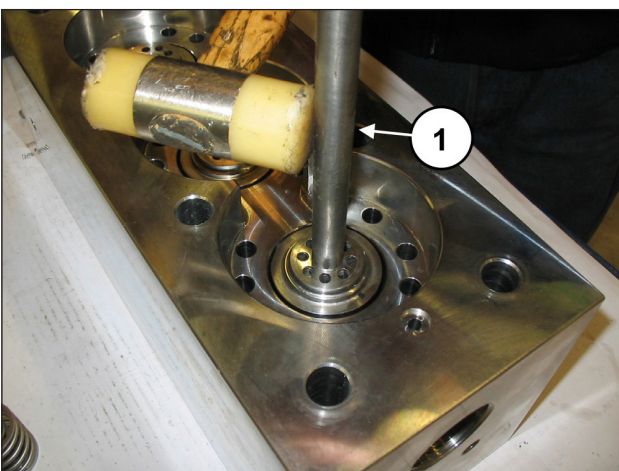

Abb. 102
Lösen Sie die ggf. durch Kalk oder Oxid am Kopf verklemmten Ventilsitze, indem Sie das entsprechende Werkzeug (Art. 034300020) in die Druckbohrung einsetzen (Pos. ①, Abb. 102).